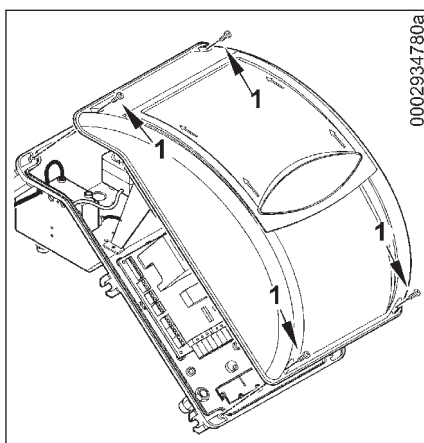

Fig. 1
- Enlever le couvercle en dévissant les 4 vis (1) de la figure 1, sans enlever la porte transparente. De cette façon il est possible d'accéder au tableau électrique du brûleur.